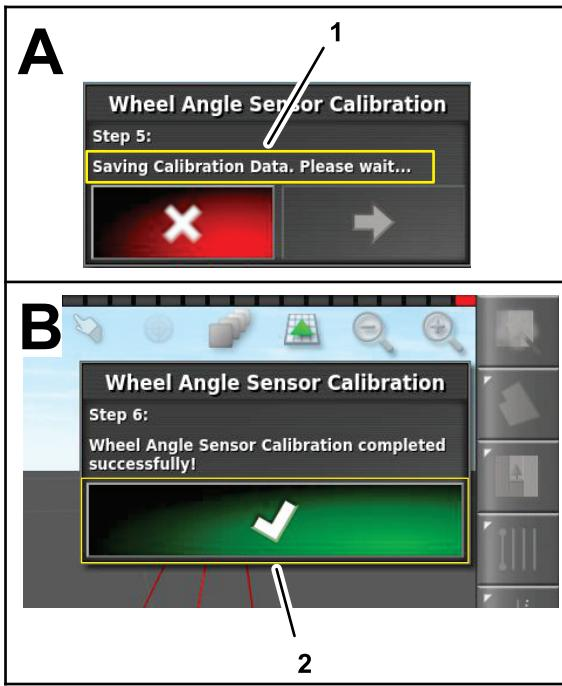

Bild 165
- Warten Sie bei Schritt 5, bis die Kalibrierung des Radwinkelsensors gespeichert ist, und drücken Sie das Symbol für den nächsten Schritt (Bild 165).